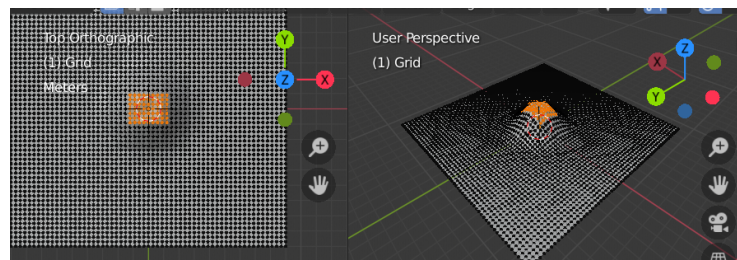

Figura 3. Seleção dos vértices do topo do vulcão.
- Na vista de topo, conforme se mostra na Figura 3, selecionar apenas os vértices do topo do vulcão;